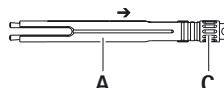

Fig. 2
- Reculer la douille extérieure A le plus loin possible en direction de la vis de blocage C, voir Fig. 2.